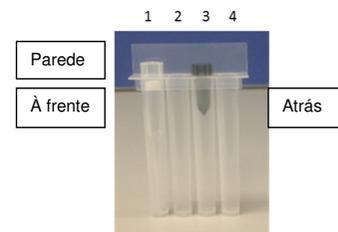

Figura 11: Disposição das pontas
Certificar-se de que as pontas, respectivamente ponta de extração (1) e ponta de perfuração (3), estejam posicionadas na ordem indicada na figura abaixo (Figura 11).